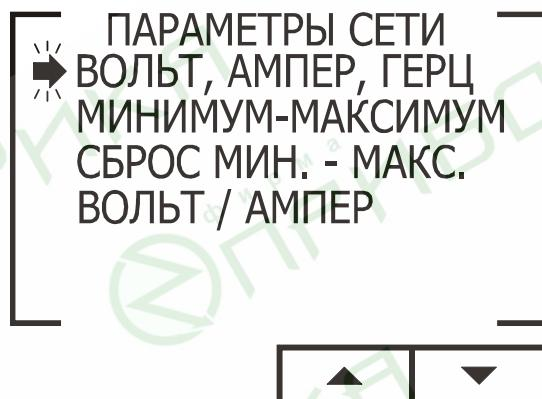

Рис. 24
- Находясь в основном меню, выберите пункт **Параметры сети** (рис. 24):